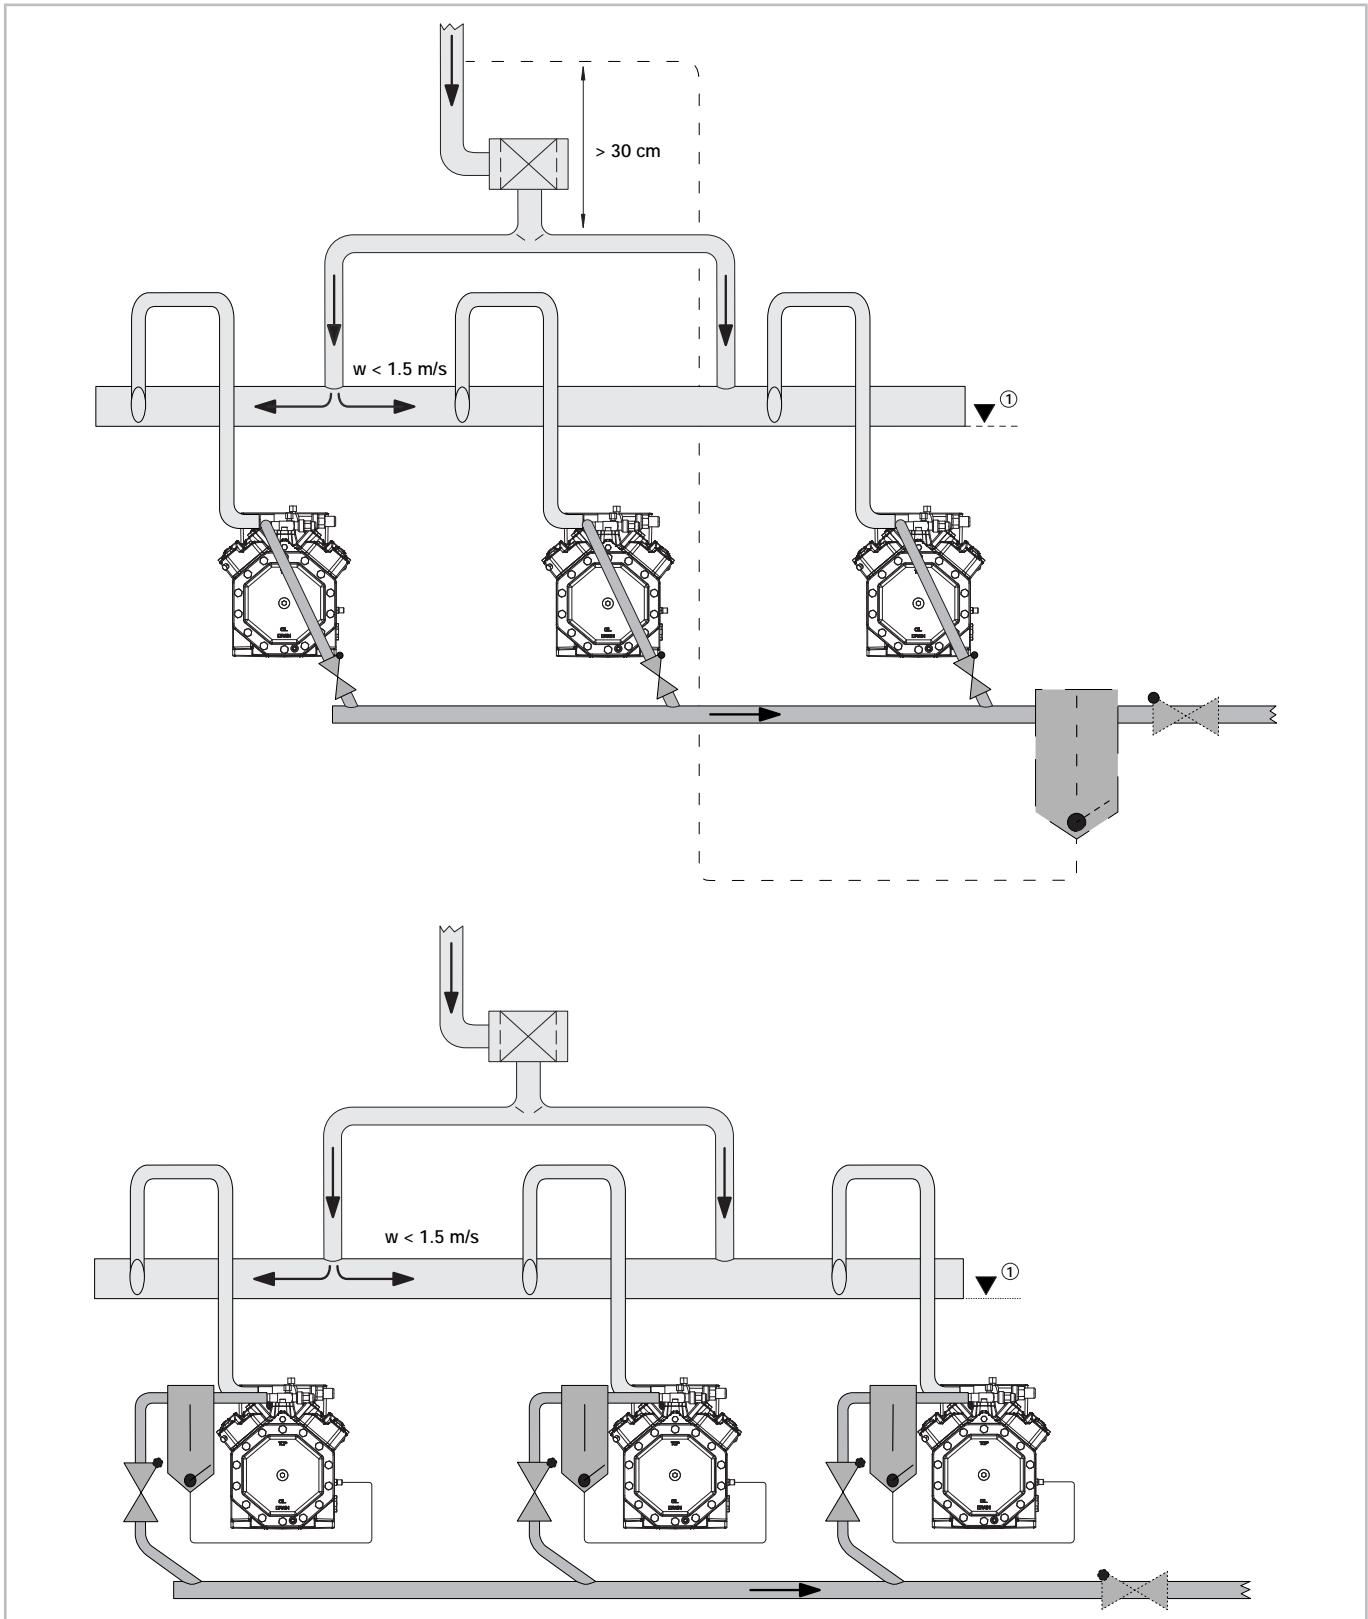

Abb. 8: Parallelverbund Hubkolbenverdichter: Ausführung des Druckkollektors
- Querverbindung mit einseitigem Abgang, dabei 90°-Bögen vermeiden und z.B. 45°-Bögen verwenden (siehe Abbildung 8, Seite 15)
Rückschlagventile in den Leitungsabschnitten zum Kollektor sind unter folgenden Voraussetzungen nötig (siehe Abbildung 8, Seite 15):